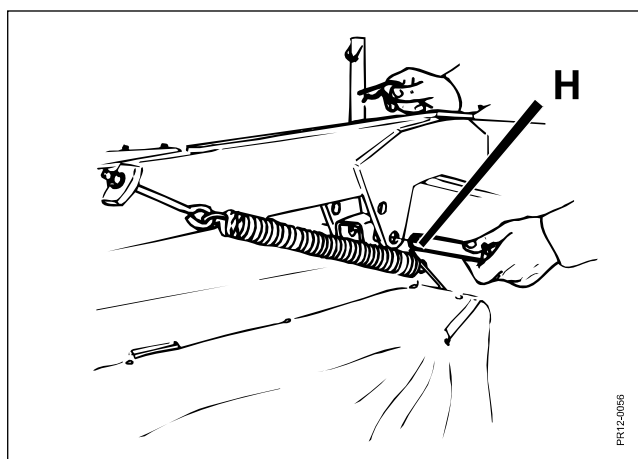

Fig. 3-3
- Fig. 3-3 Cerrar la suspensión por péndulo al pivote **H**, para evitar daños en el tráfico y también para evitar bloqueo del eje de la TDP durante el transporte.